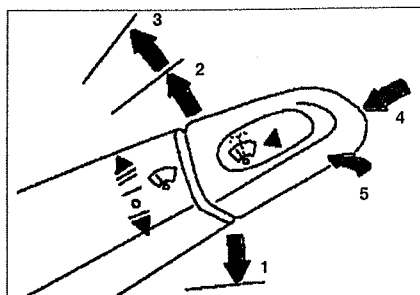

Рис. 1.30. Проверка работы стеклоочистителей и стеклоомывателей.
14. Установите выключатель стеклоочистителей в положение "ON", переместите его в положение "1", "2", "3", затем установите его в положение "OFF" (см. рис. 1.30). Положение "1" — прерывистая работа стеклоочистителей, "2" — медленная работа стеклоочистителей, "3" — быстрая работа стеклоочистителей.